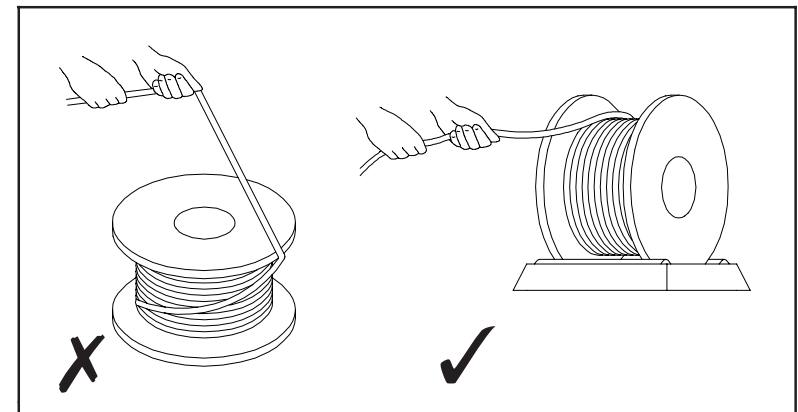

Abbildung 1
1. Das Abrollen des Sensorkabels von einer Trommel muß immer so erfolgen, daß die Trommel auf einer geeigneten Abrollvorrichtung gelagert und in Auslegerichtung abgewickelt wird. Bei abweichenden Arten des Auslegens ist die Gefahr des Knickens durch Schlingen oder Klinken gegeben. Siehe Abbildung 1. Das Sensorkabel darf beim Abspulen nicht gedehnt oder gestaucht werden.